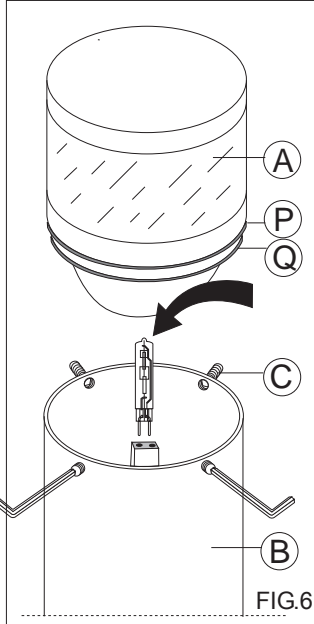

FIG.7
- Dopo aver effettuato il collegamento in rete a monte dell'apparecchio attenendosi alle istruzioni CONNESSIONE IN RETE fissare a pavimento il piattello di bloccaggio **G** con tasselli e viti adeguate. **FIG.7**
- Reassembly the fitting. **FIG.7**